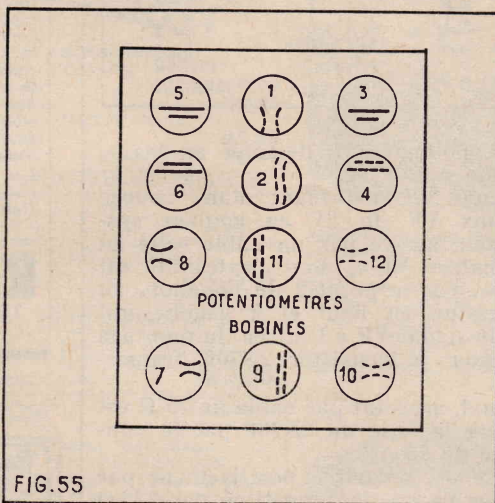

FIG. 55
Ce tableau est reproduit plus en détail à la figure 55.
**Réglages Converg.** Les réglages de convergence sont groupés selon la disposition indiquée d'une manière détaillée sur la figure 55 et que nous avons commenté précédemment au cours de l'analyse des circuits de convergence dynamique.